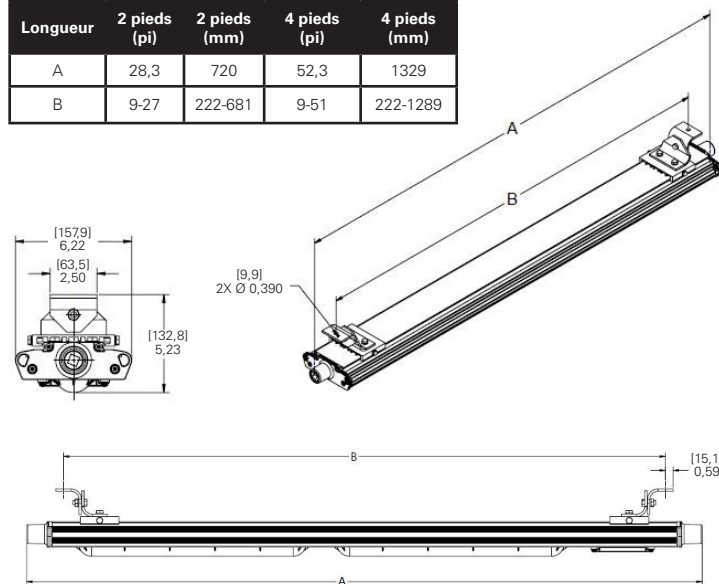

Figure 5 : DP1050MTK Montage pivotant
2. Marquer et percer des trous pour fixer les supports pivotants. Utiliser le centre de deux boulons de 1/4 po (non inclus) pour centrer les mesures. Pour les supports pivotants, les trous peuvent être espacés selon les besoins. Il est recommandé de les séparer d'au moins 12 po (305 mm) (voir figure 5).